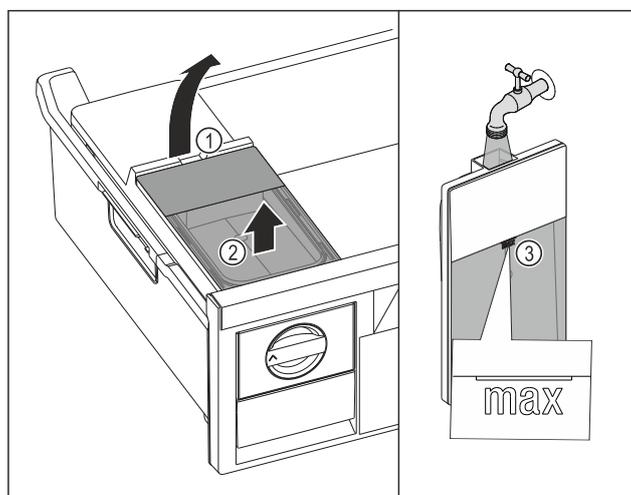

Fig. 123
- ▶ Nádržku na vodu nadvihnite za vybranie Fig. 123 (1).
- ▶ Nádržku na vodu odoberte nahor. Fig. 123 (2)
- ▶ Nádržku na vodu naplňte pitnou vodou po značku Fig. 123 (3).